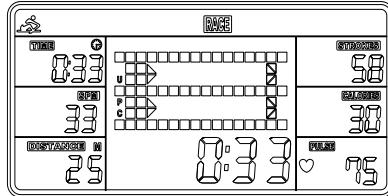
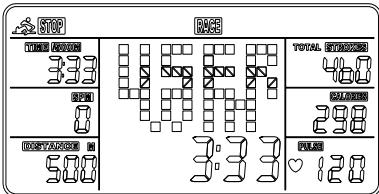

图 6
图 7
- A. 按 START 键开始, STOP 图标消失。USER & PC 会显示在矩形框中 (图 6)。当达到竞赛模式预设的目标距离时, 电子表会停止。矩形框中会显示 PC 赢或 USER 赢。 (图 7)